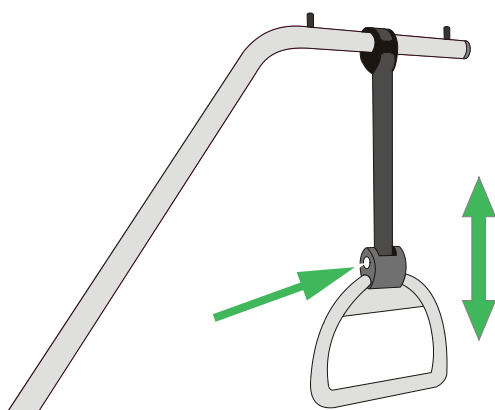

図 3
5. ベッド上のハンドルの高さを調整するには、リリースボタンを押して、ストラップを必要な長さに調節します。図 3 を参照してください。